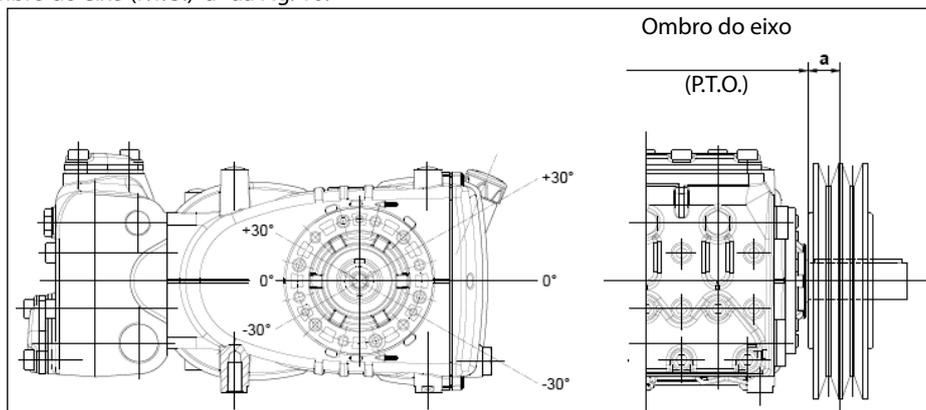

Fig. 10
A carga radial sobre o eixo não deve ser superior a 4500 N (valor necessário para a definição do layout). A transmissão é considerada adequada se tal carga é aplicada a uma distância máxima de  $a = 50$  mm do ombro do eixo (P.T.O), conforme indicado na Fig. 10.
- b) Use correias de alto rendimento - por exemplo **XPB** ao invés de **SPB** - pois será necessário uma quantidade inferior de correias com a mesma potência transmitida e uma conseqüente distância inferior do resultante em relação ao ombro do eixo (P.T.O.) "a" da Fig. 10.
- e) Siga a direção da tensão da correia, conforme indicado na Fig. 10 para exigências diferentes, contate o **Departamento Técnico** ou o **Serviço de Assistência Técnica**.